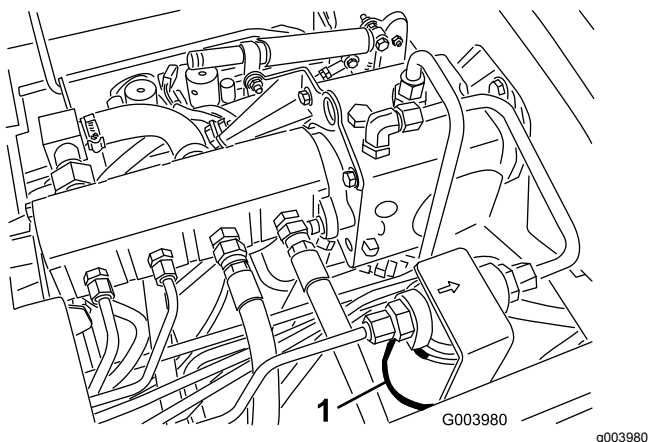
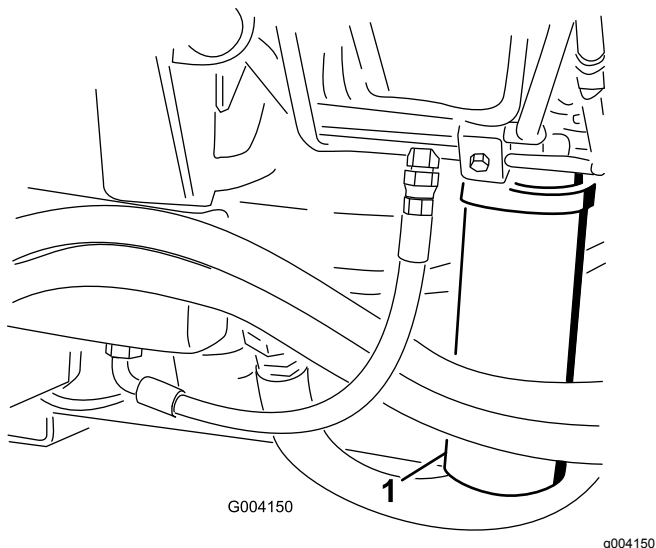

Figura 71
Figura 72
2. Pulite l'area di montaggio del filtro e collocate una bacinella di spurgo sotto il filtro (Figura 71) e (Figura 72).